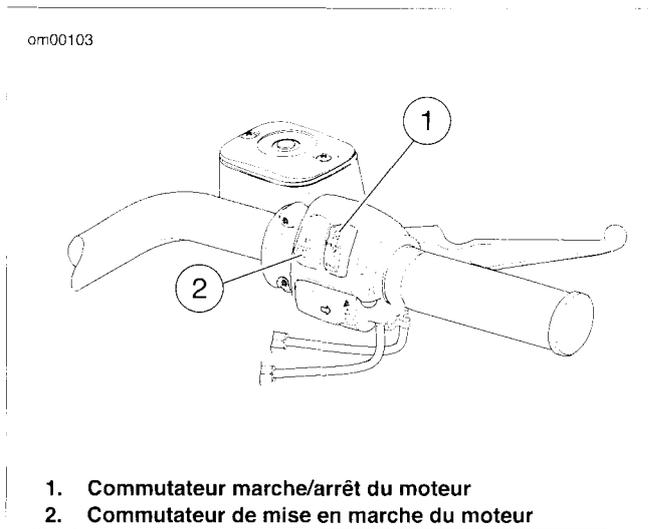

Figure 18. Commandes sur la droite du guidon
2. Voir la Figure 18. Mettre le commutateur de marche/arrêt en position MARCHE.